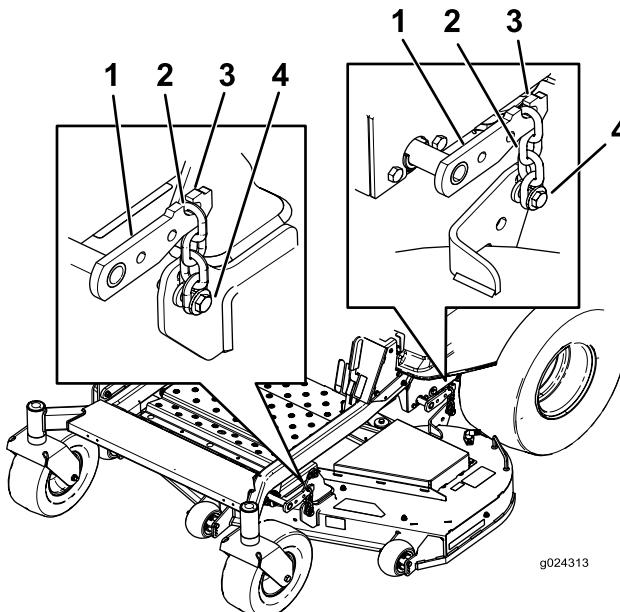

Figure 67
7. Détachez les chaînes des crochets sur les bras de levage du tablier (Figure 67).
6. Soulevez l'arrière du tablier de coupe et accrochez les chaînes aux bras de levage arrière (Figure 67).
7. Accrochez les chaînes avant aux bras de levage avant (Figure 67).